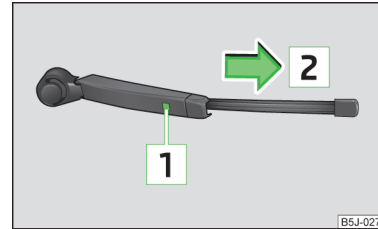

Abb. 52
- › Den Scheibenwischerarm von der Scheibe anheben » Abb. 52.